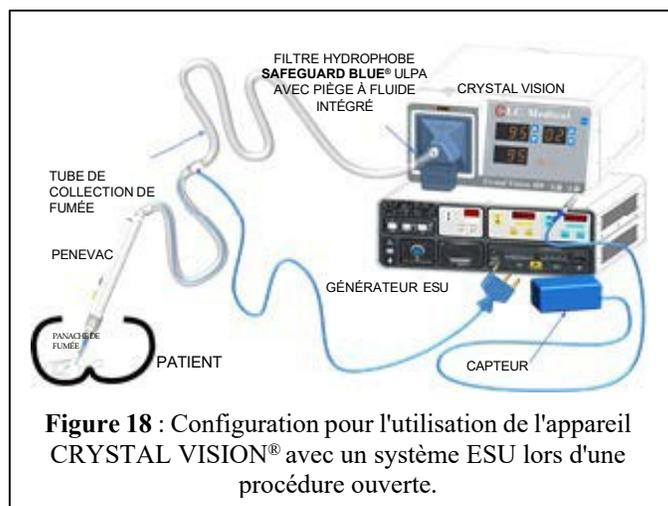

Figure 18 : Configuration pour l'utilisation de l'appareil **CRYSTAL VISION®** avec un système ESU lors d'une procédure ouverte.
3. Reportez-vous à la Figure 18 ou 19 pour la configuration.